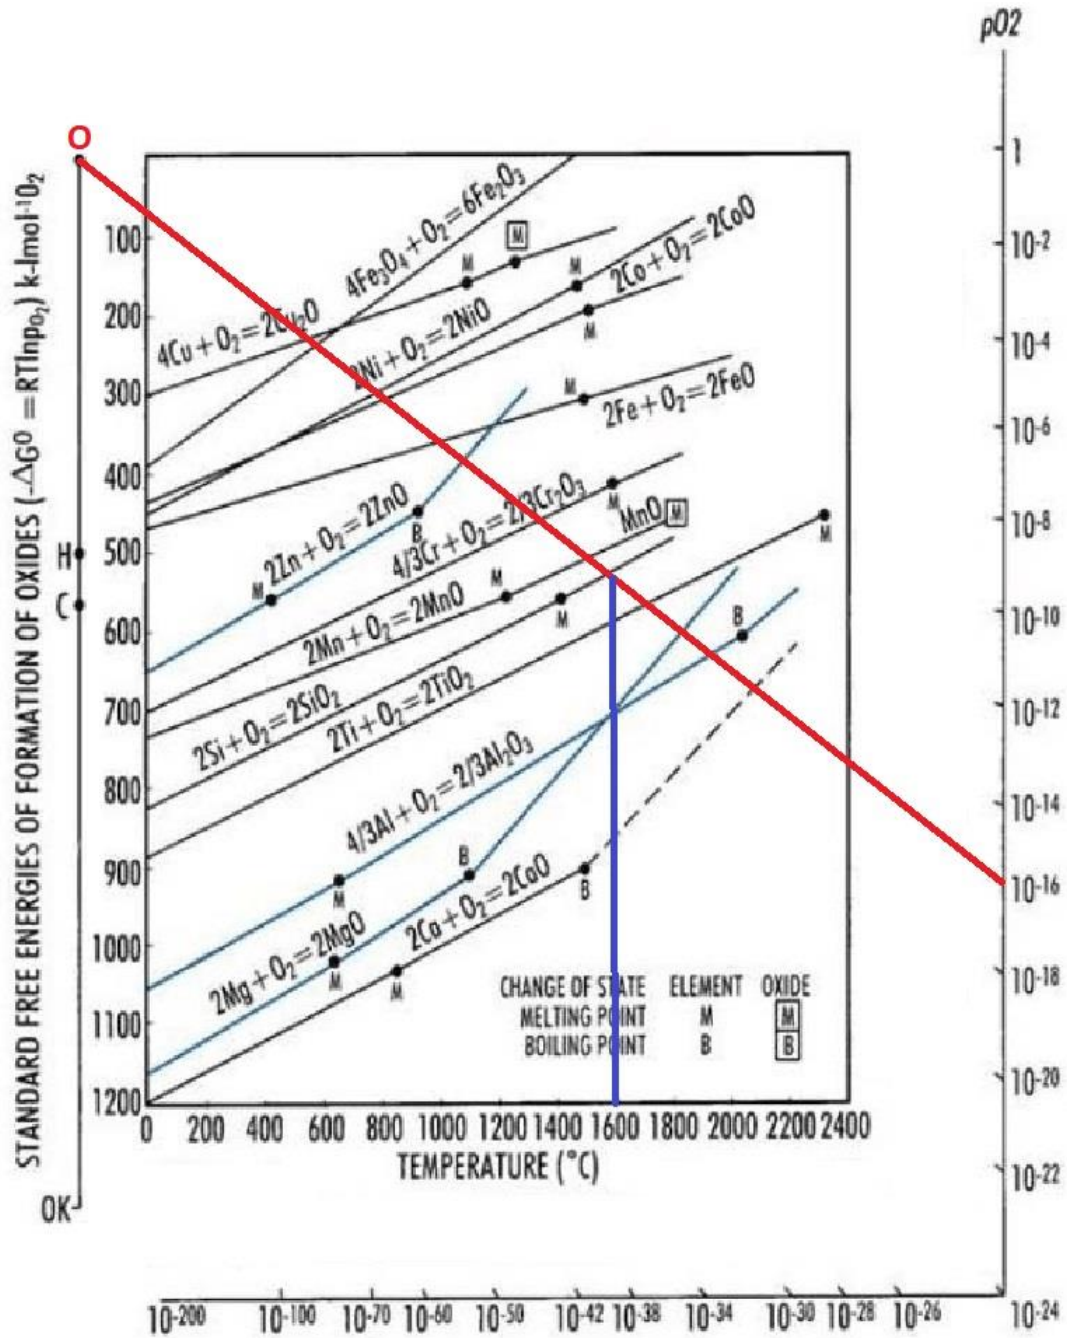

Figura 5. Diagrama de Ellingham e retas mostrando como fazer a leitura gráfico dos valores de p_{O_2} .
- 1) Deve-se traçar uma reta vertical saindo da temperatura desejada até alcançar o óxido que se deseja saber a pressão interna - de acordo com o exercício resolvido 1607°C (1880K) para o SiO_2 (Figura 5 – reta azul).
- 3) A reta deve ser prolongada até alcançar o eixo externo de pressão de O_2 na extrema direita (Figura 5 – reta vermelha).